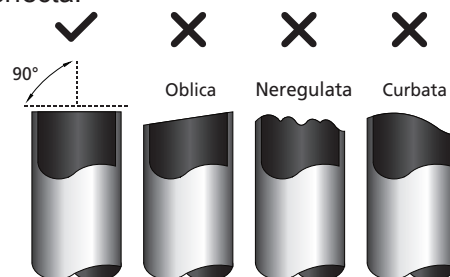

Fig. 7.4
1. Asigurati-va ca unghiul de taiere este de 90° , perfect. Consultati fig. 7.4 pentru exemple de taiere imperfecta.